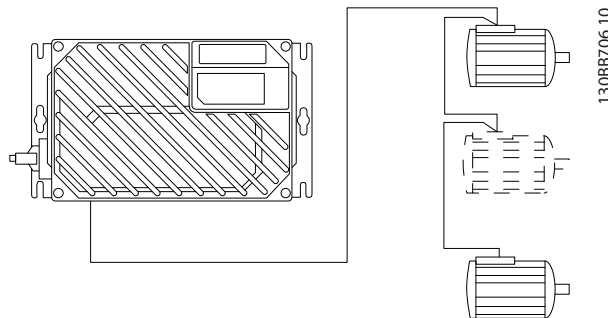

图 2.15 电动机并联
- 仅在电缆较短（最大 10 m）时，才建议将系统的电缆连接到一个公共接点（如 图 2.15 所示）。